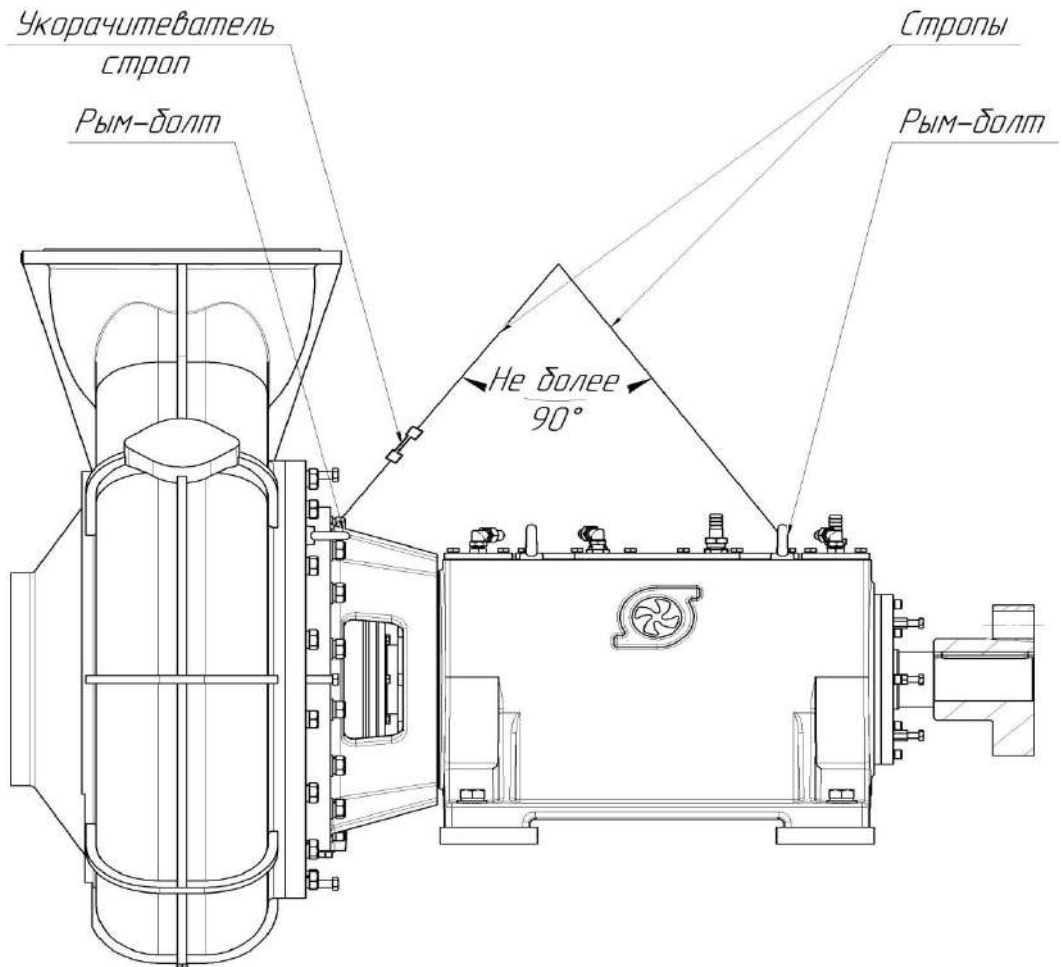

Рис. 10 Схема строповки насоса в сборе с корпусом спиральным.
2. Проверка центровки должна производиться при помощи скоб с индикаторами часового типа. Скобы с жесткими кронштейнами устанавливаются и надежно закрепляются на полумуфтах валов насоса и эл. двигателя. (см. рис. 10).